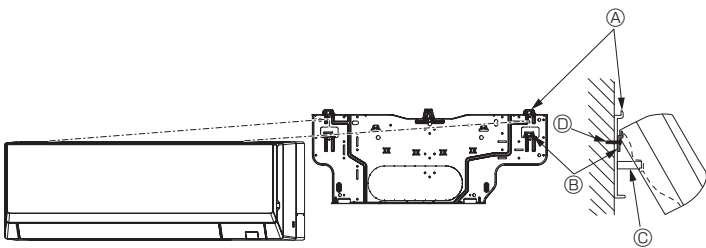

Fig. 3-22
- Wenn sich das Innengerät mit dem regulären Haken (Abmessung von 2.1. ④ (Abstand zwischen Decke und Gerät) beträgt 75 mm oder weniger) nicht anheben und aufhängen lässt, hängen Sie das Gerät an den unteren Haken. (Fig. 3-22)
#### (Fig. 3-22)